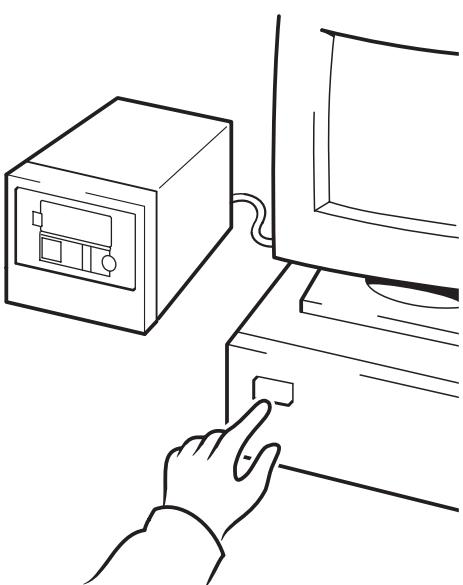

Figure 14c : hp obdr, étape 3
- 3** Mettez votre serveur sous tension (voir figure 14c).